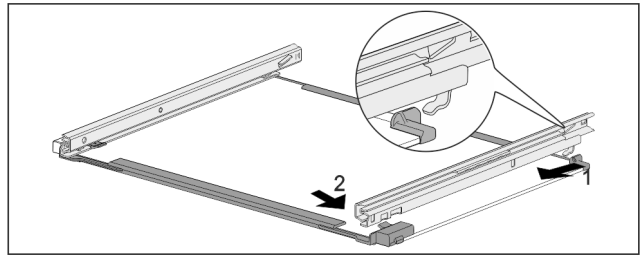

Fig. 151 Płyta szklana z szynami
- ▶ Zaczepić szynę z tyłu. Fig. 151 (1)
- ▶ Zazębnić szynę z przodu. Fig. 151 (2)